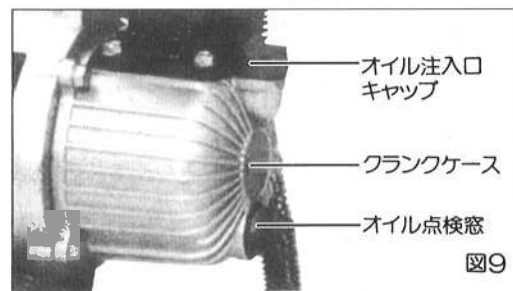

図9
- 点検窓の中に○印がついています。オイルの適量はこの位置です。○印以下のときは○印まで注入してください。(図9、10参照)